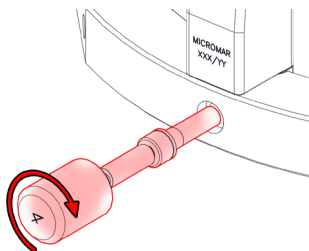

Figura 13
2. Inserte las Barras de Extensión, cada una en su posición, en la parte interna del Aro (figura 13);